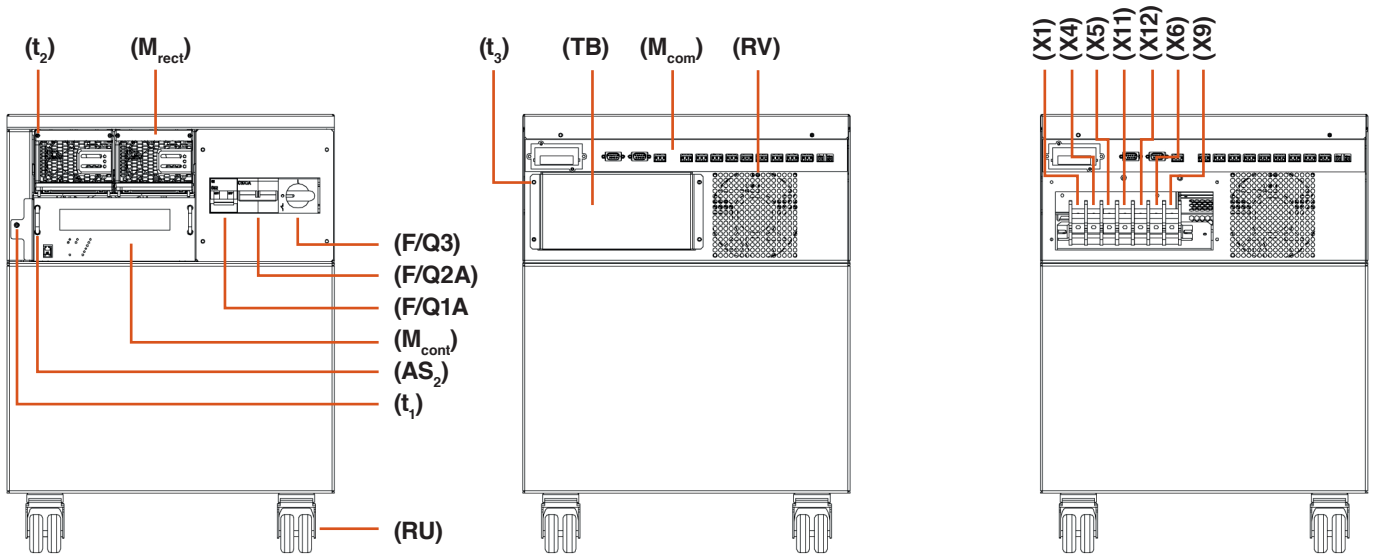

Fig. 4. Vista caja con ruedas.
- Sistema en caja con capacidad para baterías. Partiendo de la versión de sobremesa se le une a su base una caja que incorpora ruedas giratorias y que incluye el espacio para un determinado grupo de baterías (Ver Fig. 4).